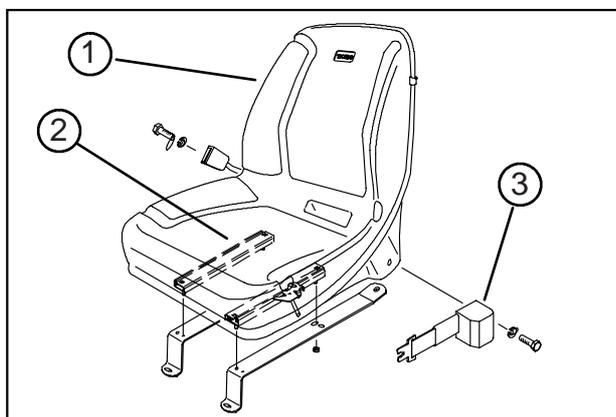

図 5
- シート・ストラップをシート・アジャスタに取り付ける（図5：標準シートの場合にはフランジ・ナット4個を使用、デラックスシートの場合にはキャップスクリュ、平ワッシャ、フランジ・ナット各4個を使用、いずれもシート・キットの付属部品）。
- 座席左右の穴に、それぞれシートベルトを取り付ける（図5：標準シートの場合にはボルト2本とロックワッシャを使用、デラックスシートの場合はボルト2本とロックナットを使用）。必要な金具はすべて座席に付属している。